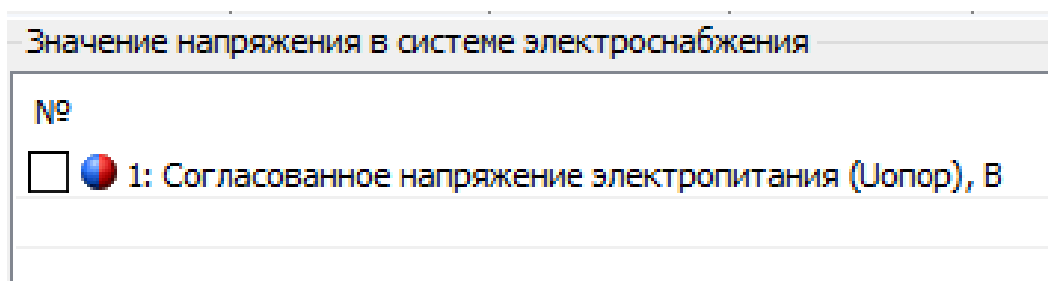

Рисунок 49 - Настройка параметра «Опорное напряжение»
Настройка параметров для измерения качества электроэнергии выполняется во вкладке «Конфигурация → Контроль качества электроэнергии» (см. рисунок 49).
6.6.1.2 Параметр U_0 – это опорное напряжение - параметр («Согласованное напряжение» $U_{опор}$, В), (см. рисунок 49) настраиваемый пользователем (согласно ГОСТ 30804.4.30-2013 это напряжение, равное стандартному номинальному напряжению $U_{ном}$ или напряжению согласно договорным условиям U_c). Параметр доступен для чтения и записи по интерфейсам в разделе «Конфигурация → Контроль качества электроэнергии».